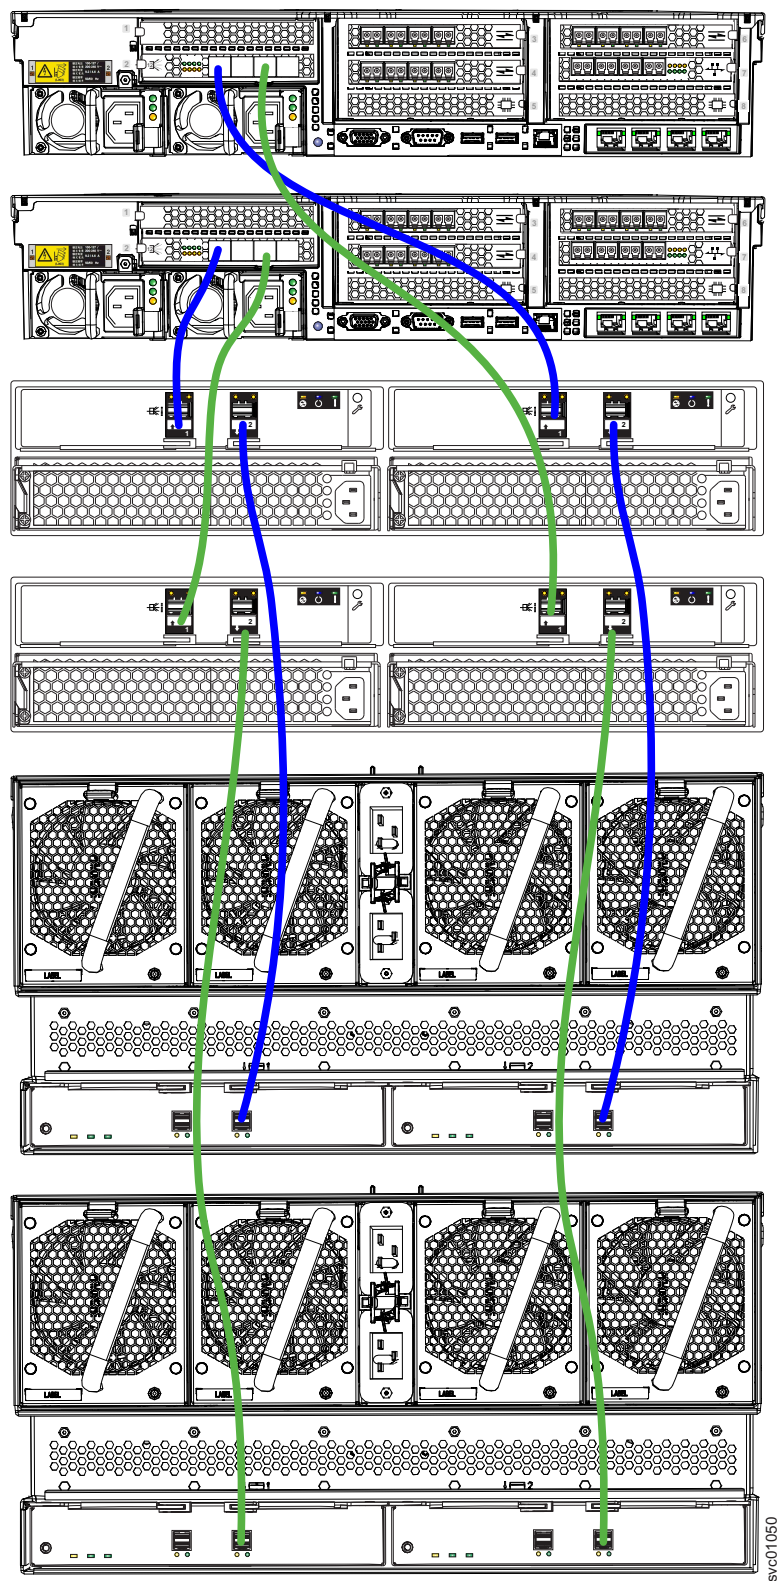

Рисунок 135. Подключение кабелей SAS
1. Подключите кабели, как показано на рис. 135 на стр. 144.
**Примечание:** На рис. 135 на стр. 144 показаны кабельные соединения между корпусами SAS и корпусом каждого узла. Здесь не предполагается какого-либо обязательного порядка корпусов в стойке. Однако, учитывая размеры и вес, корпус 2145-92F следует размещать в самой нижней части стойки.
Как показано на рис. 135 на стр. 144, можно сочетать корпуса 2145-24F, 2145-12F и 2145-92F в одной цепочке SAS. Ограничительным фактором является совокупный *вес цепочки* различных компонентов. Максимальный вес цепочки SAS, которую можно подключить к порту SAS, составляет 10: